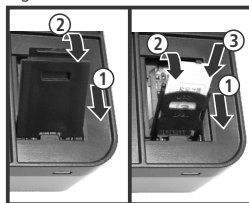

Figure 3
- Monter l'antenne fournie (figure 3).